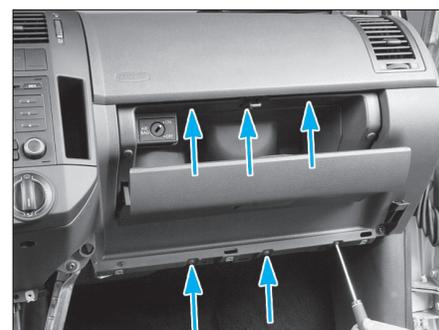

Fig. 39
• Déposer les 6 fixations (Torx de 20) de la boîte à gants (Fig.39).